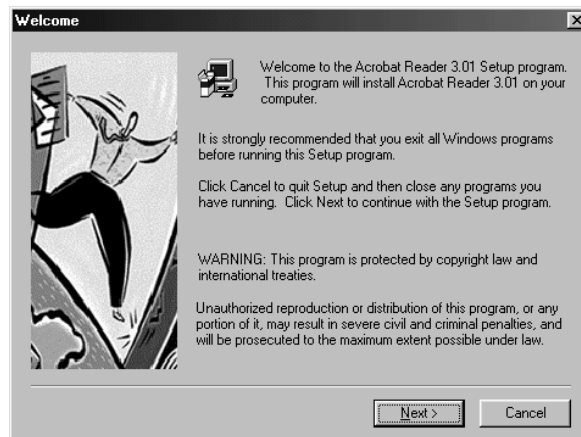

Figure 23 : installation d'Adobe Acrobat Reader
1. Cliquez sur 'Yes' pour poursuivre l'installation. La Figure 23 est affichée